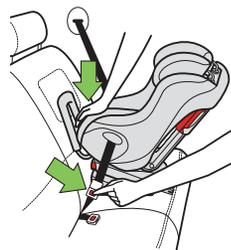

Figura 69
- Si se presiona el centro del asiento de seguridad se reduce la tensión del cinturón del vehículo, lo cual facilita desabrochar el mismo, como se muestra en la **figura 69**.